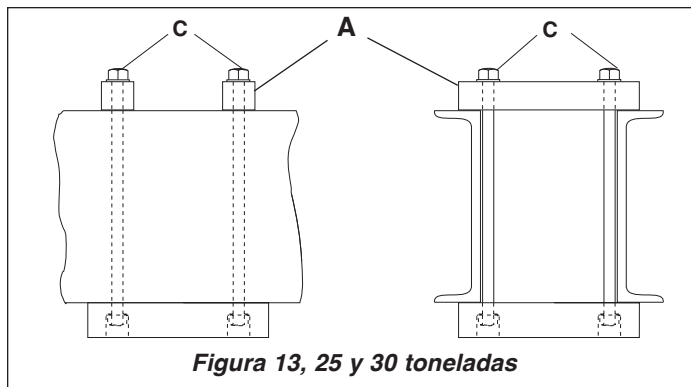

Figura 13, 25 y 30 toneladas
1. Afloje, NOQuite, los tornillos (B) que se encuentran en la parte superior del bastidor de la prensa.
2. Deslice el bloque de montaje del cilindro (A) a la posición deseada en el bastidor de la prensa.
3. Apriete los tornillos (B).
7.2 Modelos de 25 y 30 toneladas: consulte la Figura 13